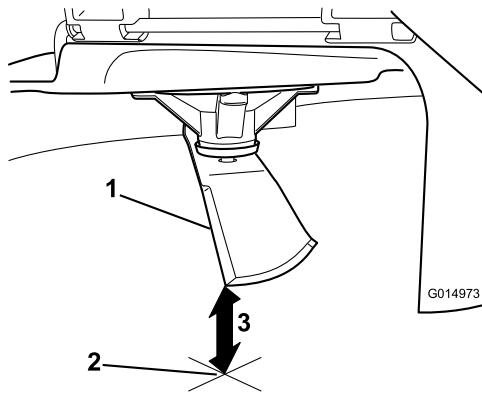

Рисунок 69
5. Відміряйте відстань від кінчика ножа до пласкої поверхні (Рисунок 69).